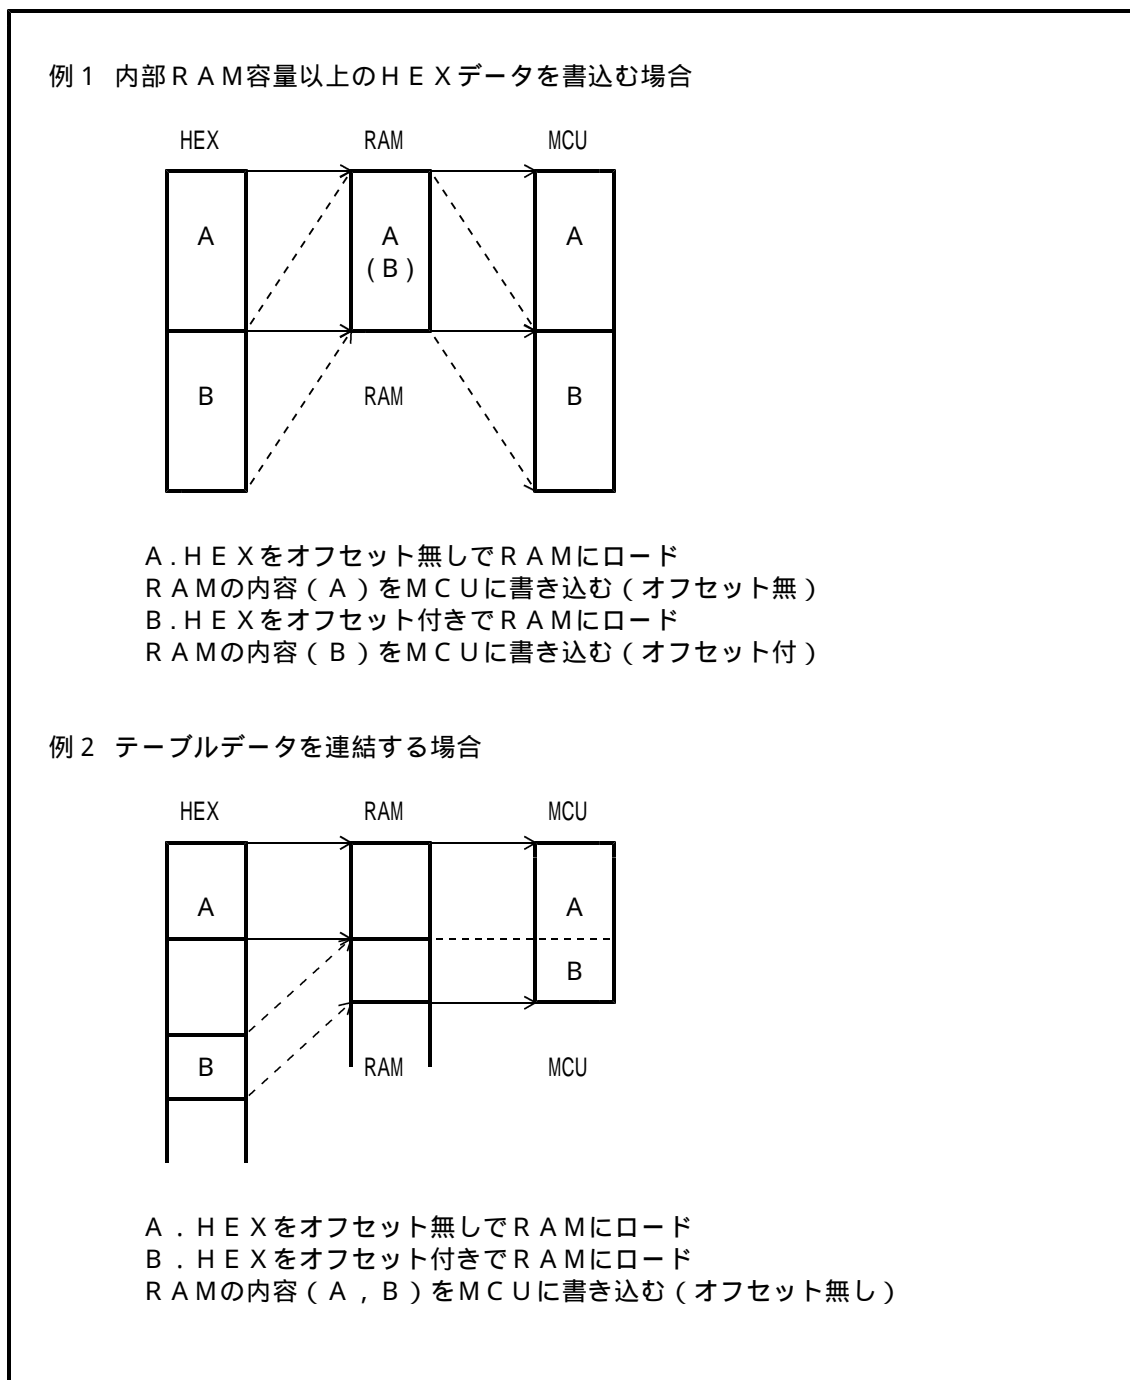

図 5 . 2 H E X オフセット使用例
- ・ H E X オフセット使用例を図 5 . 2 に示します。